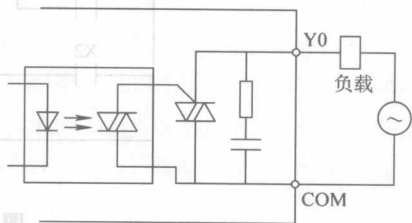

图 0-3 晶闸管输出电路
3) 晶闸管输出, 如图 0-3 所示。其优点也是无触点, 寿命长, 无噪声, 可靠性高, 可驱动交流负载。缺点是价格高, 过载能力较差。
(4) 电源单元 PLC 的供电电源一般为 AC220V, 也可采用 DC24V 供电。PLC 对电源的稳定度要求不高, 一般允许在士 (10%~15%) 的范围内波动。其 CPU 单元和 I/O 单元由 PLC 内部的稳压电源供电。小型的 PLC 电源和 CPU 单元是一体的, 中大型的 PLC 都有专门的电源单元。有些 PLC 的电源部分还有 DC24V 输出, 用于对外部传感器供电, 但电流是毫安级。